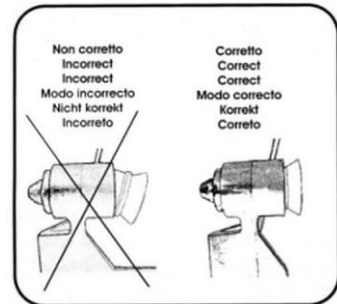

Abb. 15
16. Drücken Sie die Dichtung der Ansaugkappe tief in den Spiralkopf. Stellen Sie sicher, dass die Kappendichtung richtig positioniert ist, wie in der Abb. 15 gezeigt.